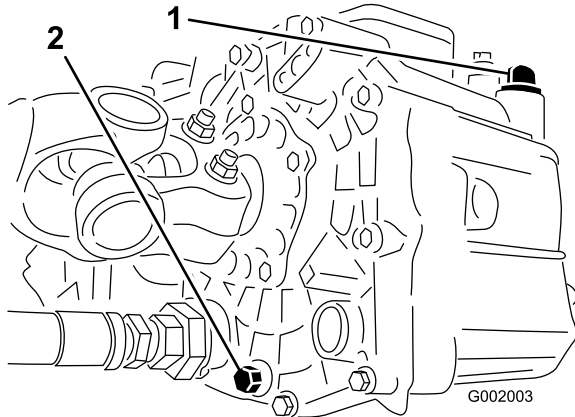

Bild 65
3. Nehmen Sie die Ablassschraube an der Seite des Behälters ab und lassen Sie die Hydraulikflüssigkeit in die Auffangwanne ablaufen (Bild 65).